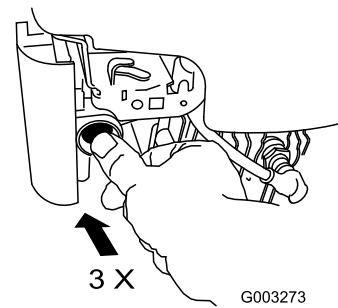

**Figura 17**
2. Introduzca el perno a través de uno de los taladros de cada uno de los soportes del manillar para ajustar el manillar a la posición deseada (Figura 17).